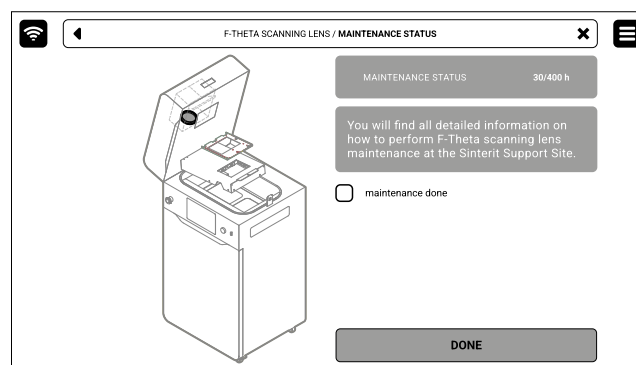

Abb. 12.42 Der Bildschirm für die Wartung der F-Theta-Scanlinse.
2. Drücke **MAINTENANCE DONE**, um den Reinigungsvorgang abzuschließen, und drücke dann die Taste **DONE**. Der Timer wird zurückgesetzt auf Null (Abb. 12.42).